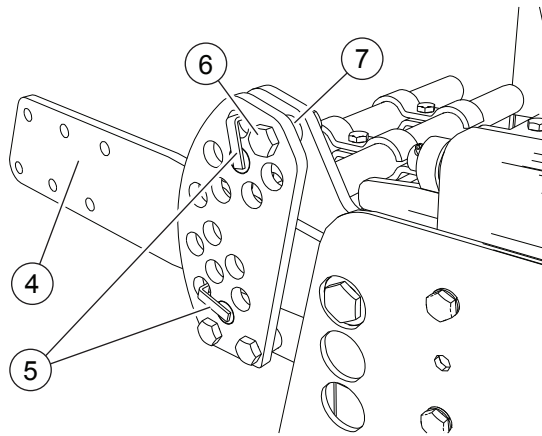

FIG. 10
- Die Schrauben lösen (6, "Fig. 10"). Das Zwischenstück entfernen (7). Den Splint und den oberen Pin entfernen. Den Arm (4) senken bis er zum unteren Pin (5) angelehnt ist. Den oberen Pin (5) in das erste freie Loch über dem Arm einsetzen. Die Pin mit dem Splint sperren.